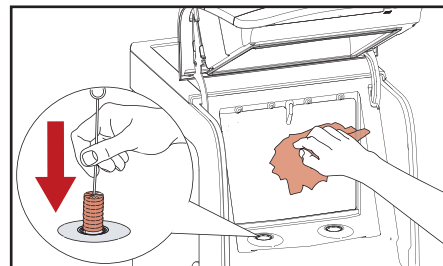

Fig. 5.9 - Rengjør kjølerommet
4. Rengjør doseringsåpningen med en børste, og kjølerommets interior med en ren, fuktig klut (fig. 5.9). Tørk med kjøkkenpapir.